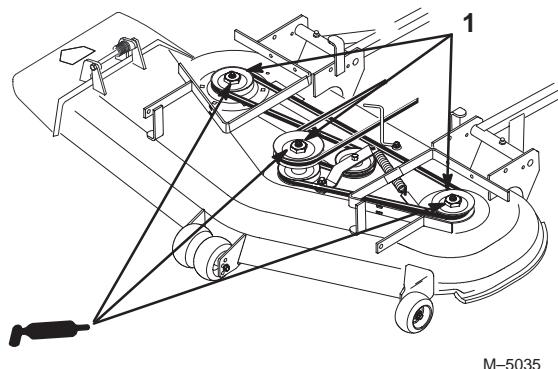

Figure 8
- Lubrifiez les graisseurs des roulements des trois axes, jusqu'à ce que la graisse sorte par les joints inférieurs (Fig. 8).